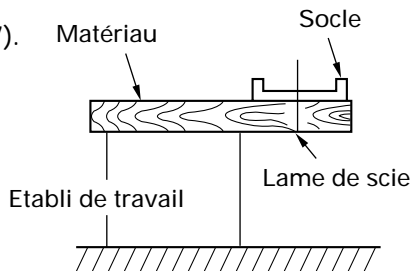

Fig. 7
7. Préparer un établi de travail en bois (Fig. 7).